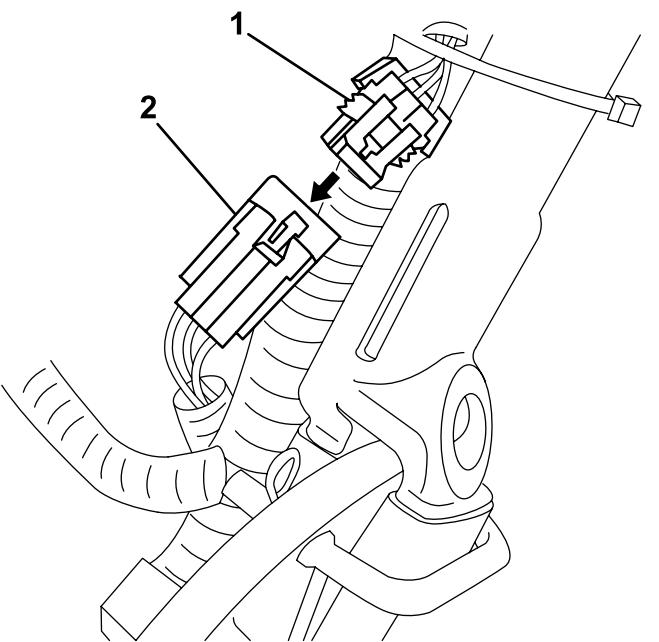

Figura 10
3. Desconecte el conector pequeño, situado en el arnés que va de la batería al arnés de cables de la máquina, del arnés de cables principal (Figura 10).